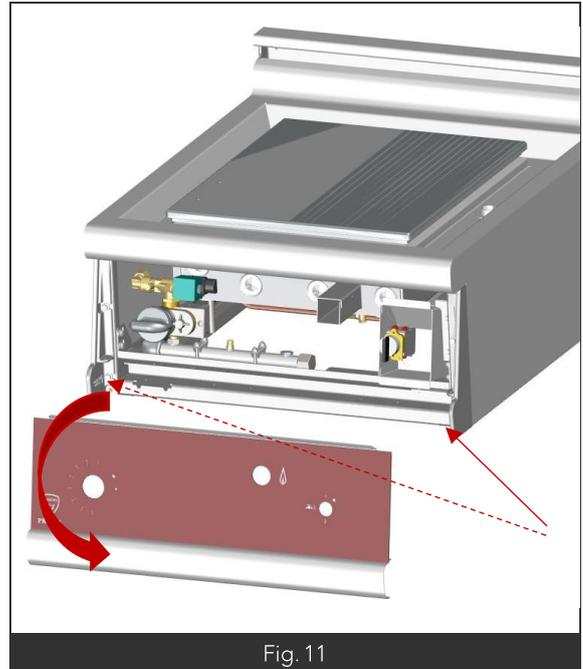
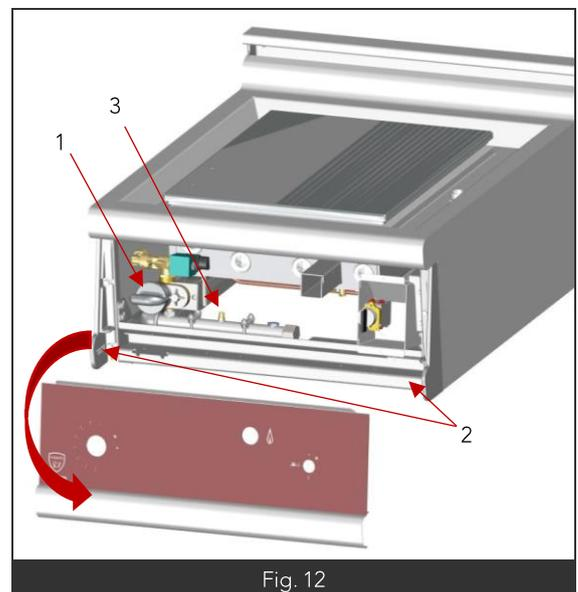

Fig. 11
Fig. 12
- Enlever les 2 vis de 4 aux extrémités du panneau (flèche rouge figure 11) situées sous les supports chromés.
- Retirer la manette de commande (Fig12 Rep1)
- Enlever le capot de commande en dévissant les vis de fixation (Fig12 Rep2) voir fig11 ci-dessus.
- Desserrer la vis de pression (Fig12 Rep3).
- Déposer le capot de commande (Paragraphe2. Fig11)